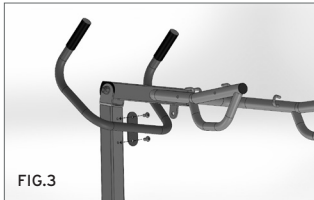

FIG.3
5. Colocar el asidero sobre la columna y fijarlo con los 2 tornillos. (Fig.3)